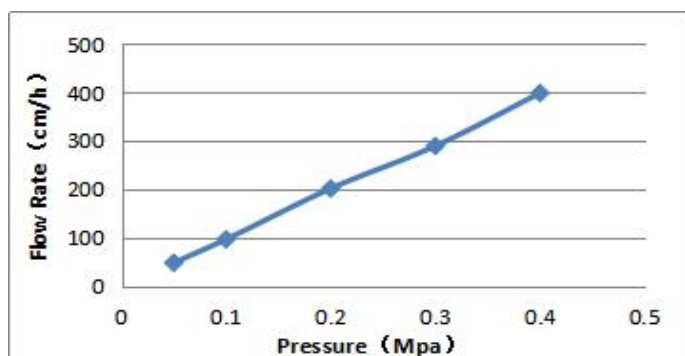

图 1. 介质压力流速曲线 (装柱直径 50mm, 柱高 150mm)
离子交换介质广泛用于生物制药和生物工程下游蛋白质、核酸及多肽的分离纯化。Smac Q 40 由表面接枝了葡聚糖的高刚性小粒径琼脂糖基质和强季铵 (Q) 阴离子组成, 具有高流速、高分辨率优点, 可以很好的提高工业下游工艺的生产效率。压力/流速曲线见图 1。